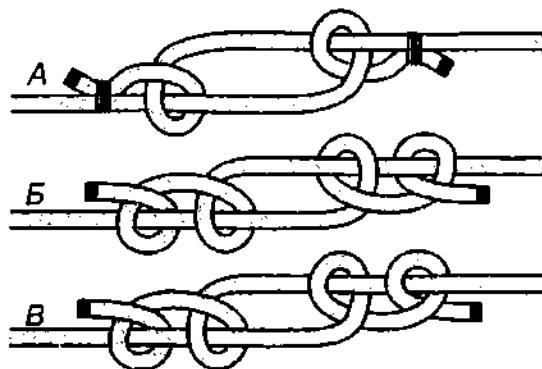

Рис. 769. А – полуыштыки чужими концами; Б, В – штыки чужими концами.
*Травяной узел* можно укрепить бензелем или связать с дополнительными контрольными узлами-полуштыками (рис. 769). У этих узлов уже совершенно иные свойства – это уже не *травяной узел с самозатягивающимися полуштыками* – это уже классические штыки. Узлы очень крепкие и надёжные, если ходовые концы прихвачены бензелем. Такими узлами можно связывать стальные тросы и верёвки, сделанные из разных материалов или имеющие разный диаметр. Узлы очень гибкие, мягкие и компактные, они свободно «пролезают» в шкив блока или другие отверстия, через которые проходит трос. Так как ходовые концы прихвачены бензелем, уже нет разницы, как положены полуштыки (рис. 769 Б, В).